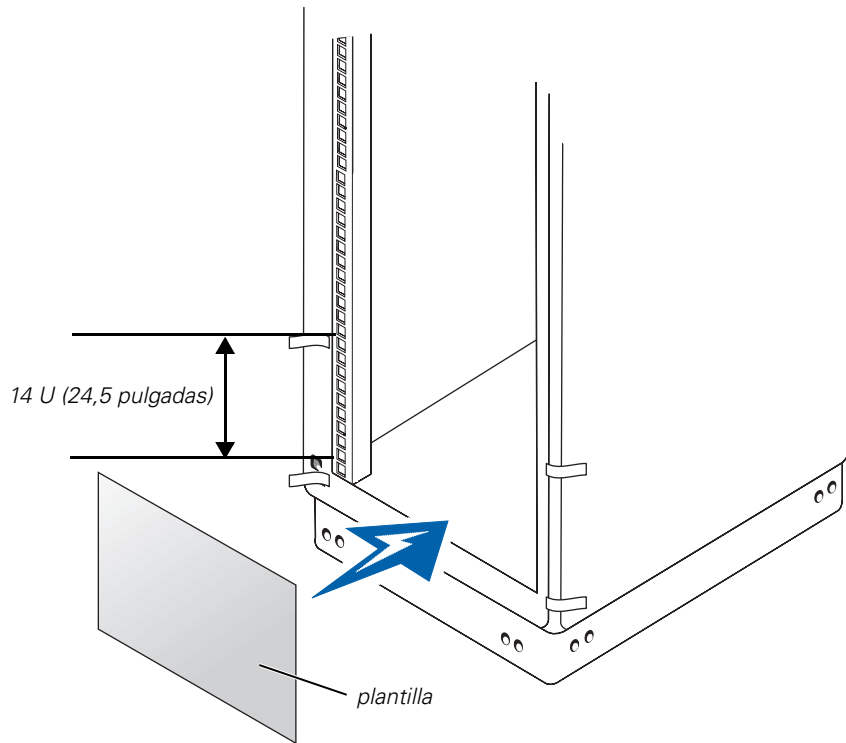

Figura 4-3. Marcado del rack
2. Marque las guías verticales delanteras del rack con un rotulador de punta de fieltro o coloque cinta de enmascaramiento en el lugar en el que se vayan a colocar los bordes superior e inferior del sistema (consulte la Figura 4-3).